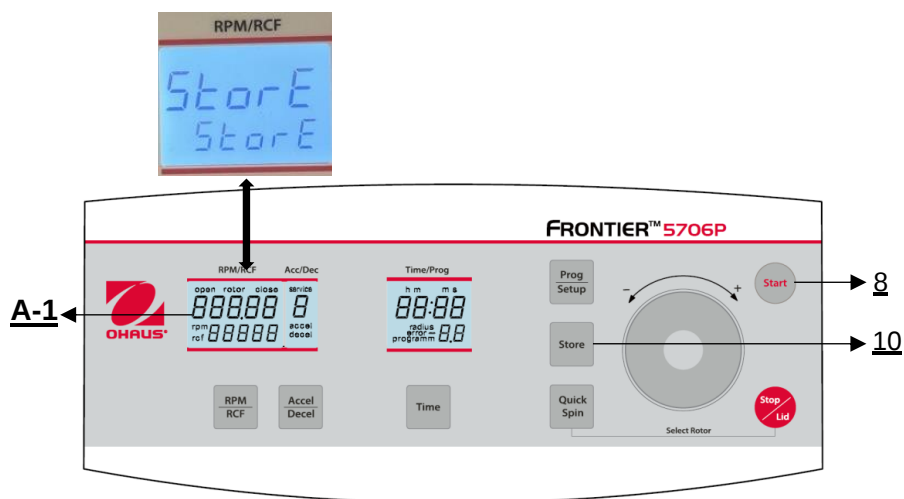

Figure 29
Tous les réglages modifiés doivent être confirmés par la touche **"Start"**(8) ou **"Store"**(10). Le mot **"Store"** apparaît sur l'écran **"RPM | RCF"** (A-1) - Ce n'est qu'ensuite que les présélections sont valables (voir figure 29). Après avoir mémorisé les réglages, vous pouvez repasser en mode programme normal en éteignant la centrifugeuse pendant un court instant.